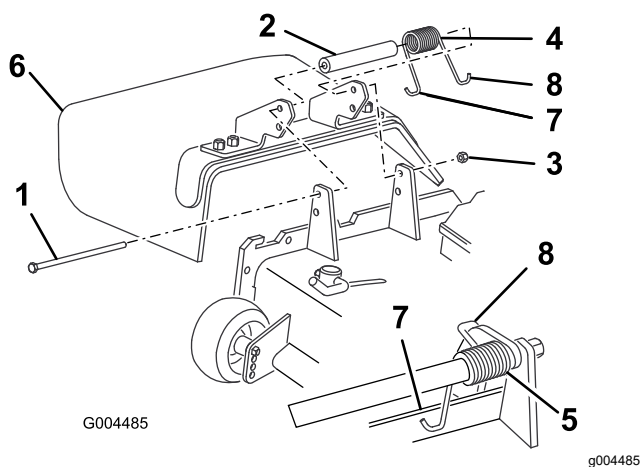

图 27
2. 卸下将折流板固定到枢轴支架的锁紧螺母、螺栓、弹簧和隔片 图 27。拆下损坏或磨损的草折流板。
- 将隔片和弹簧放在更换草折流板支架中间图 27。将弹簧左侧 J 型吊钩端放在滚刀组边缘的后面。
注意 确保弹簧的左侧吊钩端安装在滚刀组边缘的后面然后按图 27 所示安装螺栓。
- 安装螺栓和螺母。将弹簧右侧吊钩端放在草折流板旁边图 27。